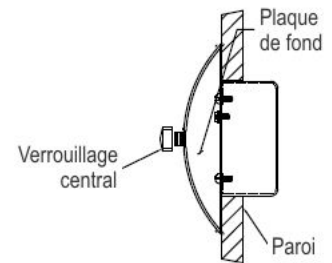

FIGURE-02
5. Fixer le luminaire à l'anneau de montage à ailette et l'assurer à l'aide du verrouillage central. (Voir figure-02).